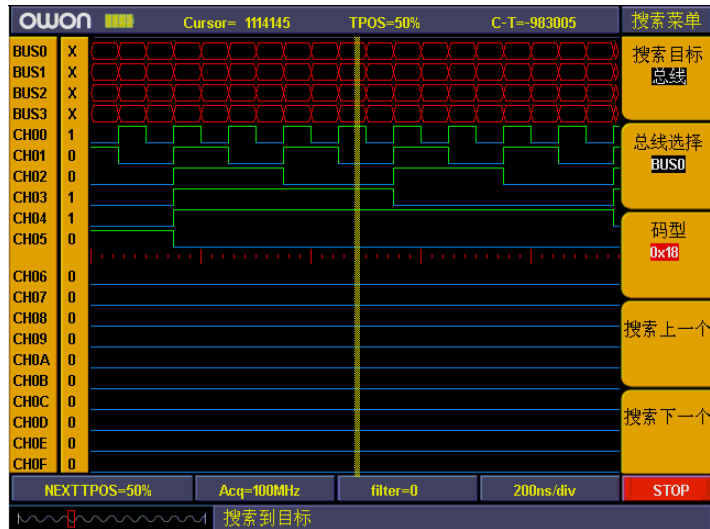

图 5-76 搜索总线
- G、同样，按“**F5**”键，选择“**搜索下一个**”，可搜索当前光标之后符合要求的数值。见图 5-76。